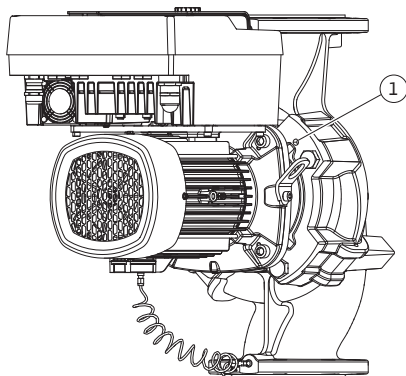

Fig. 11: Отжатие съемного блока через резьбовые отверстия (DN 100...DN 125)
5. Отсоединить съемный блок (см. Fig. 4) от корпуса насоса. Для этого ослабить все винты (DN 32...DN 80: Fig. I, поз. 29; DN 100...DN 125: Fig. II, поз. 29). Отжать съемный блок от корпуса насоса. Для DN 80...DN 125 использовать с этой целью два резьбовых отверстия (Fig. 11, поз. 1). С этой целью ввернуть винты M10 подходящей длины в резьбовые отверстия.
5. Отжать съемный блок (см. Fig. 4) от корпуса насоса. Для этого использовать два резьбовых отверстия (см. Fig. 11). С этой целью ввернуть винты M10 подходящей длины в резьбовые отверстия.